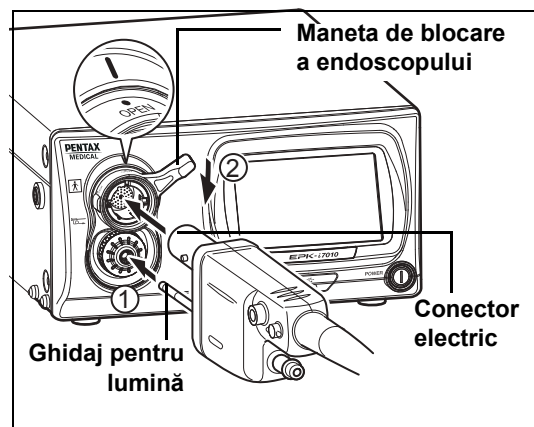

Figura 3.1
- 2 Introduceți endoscopul în mod ferm în conectorul ① al procesorului. Închideți maneta de blocare a endoscopului în direcția ② până se înclișetează în poziție. (Consultați Figura 3.1.)**